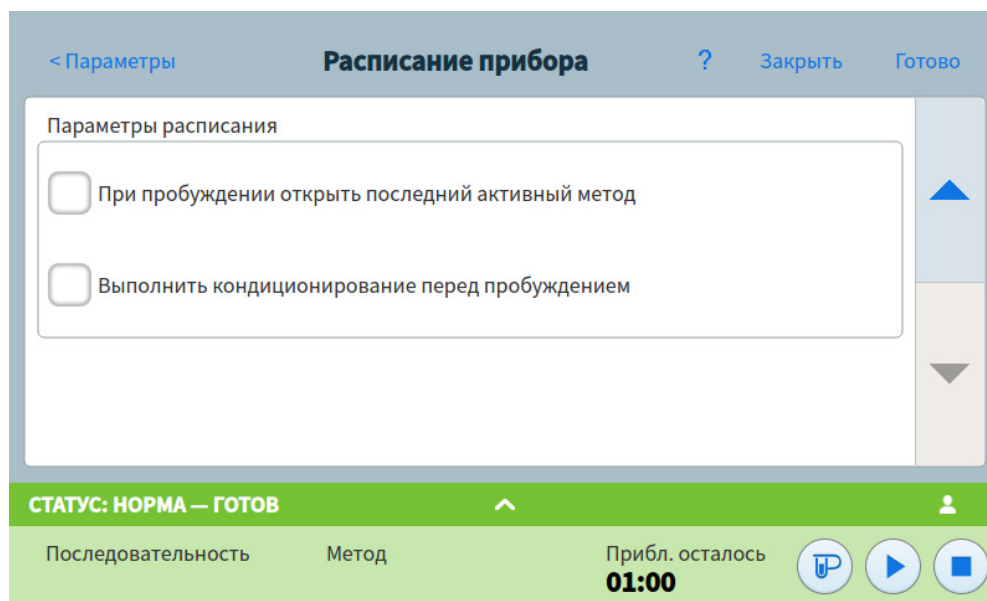

Рис. 63. Область параметров расписания
- 3 Прокрутите экран до области параметров расписания. См. **Рис. 63**.